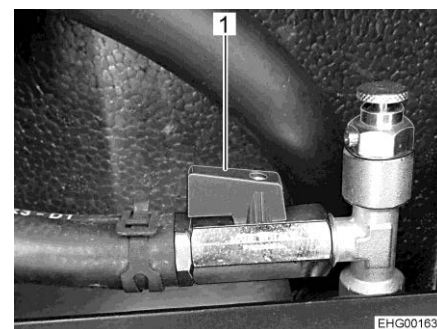

Fig. 170 Rubinetto a sfera (aperto)
- Posizionare la leva (Fig. 170,1) parallelamente alla tubazione.